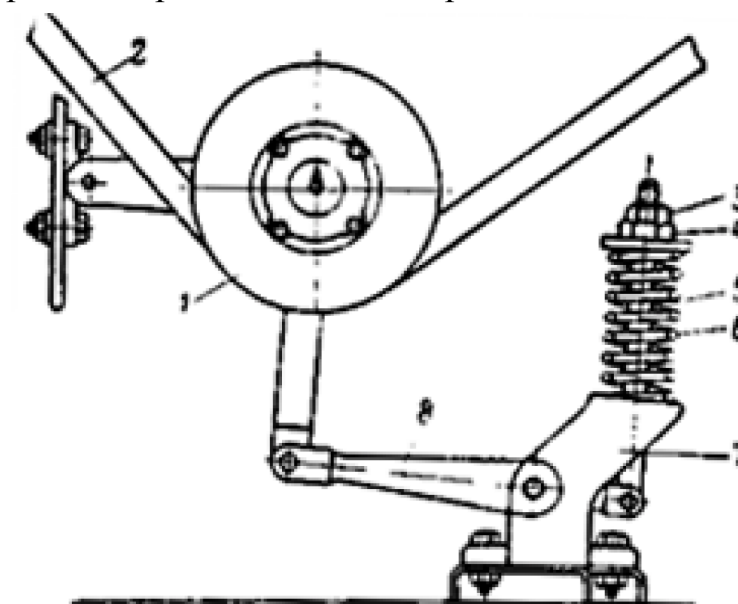

Рис. 14. Натяжной механизм привода вентилятора: 1 — натяжной ролик; 2 — ремень; 3 — контргайка; 4 — гайка; 5 — стержень; 6 — пружина; 7 — кронштейн; 8 — рычаг
3. Натяжение ремня 2 (рис. 14) осуществляется сжатием пружины 6 натяжного ролика 1.